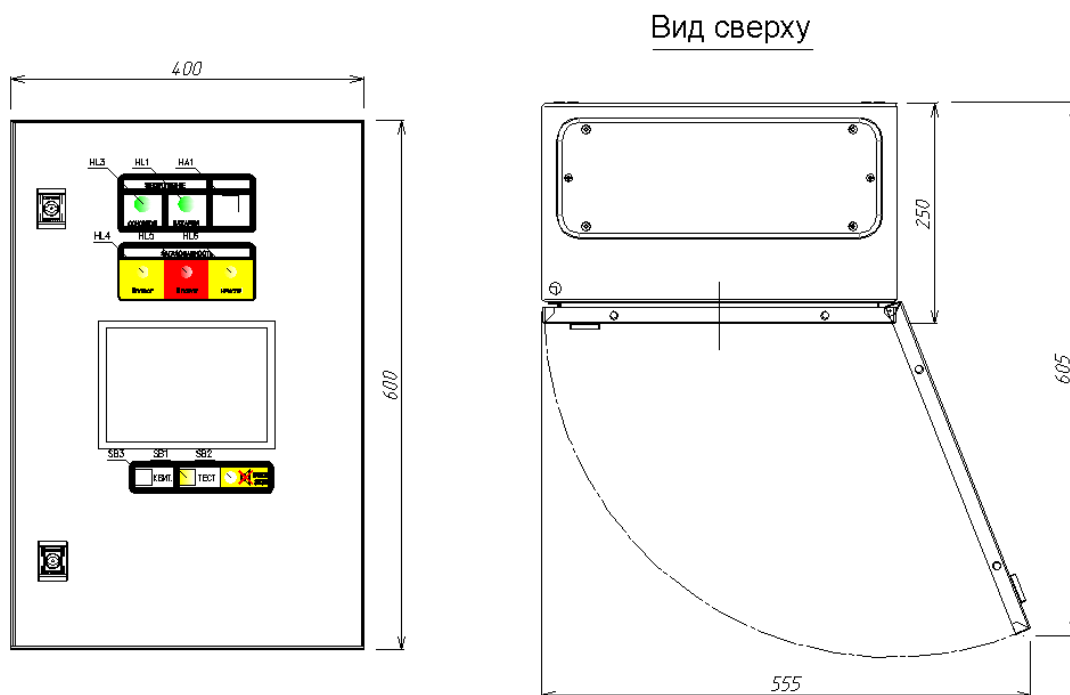

Рисунок 2
7.2.2. Габаритные размеры типового щита с указанием зоны открывания дверей приведены ниже (см. Рисунок 2):